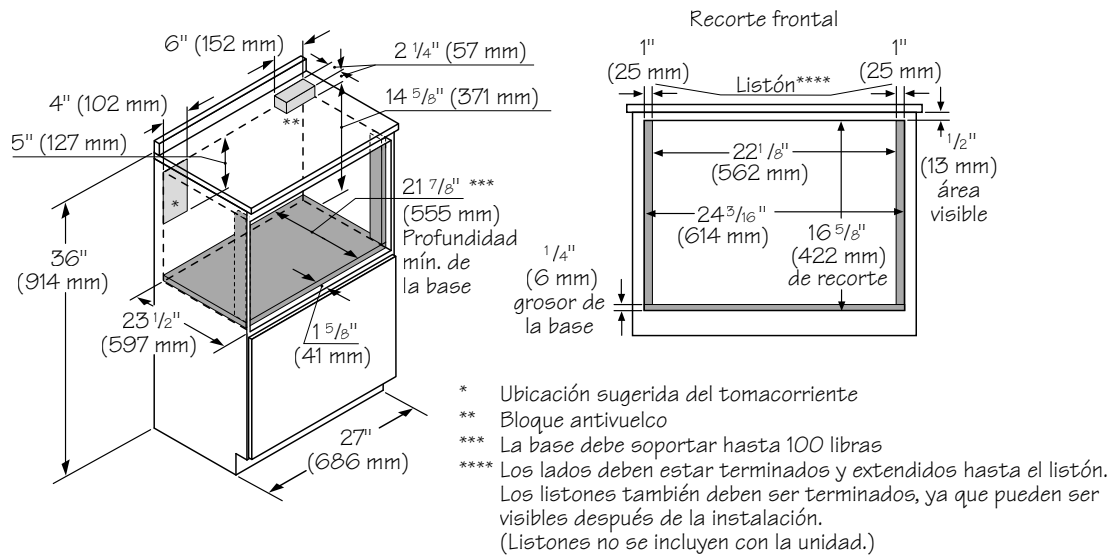
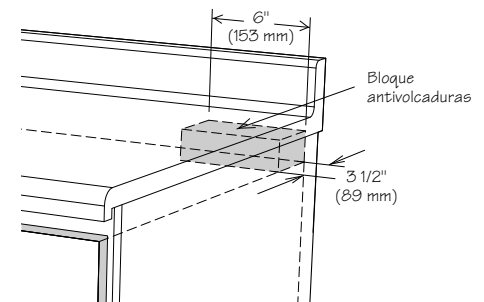
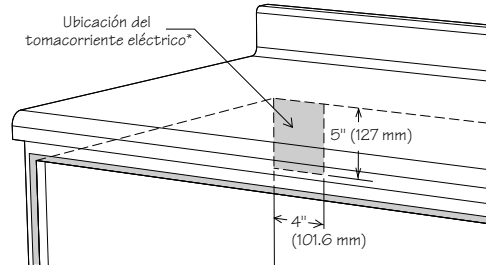

Figura 4
Figura 5
Figura 6
- Por razones de seguridad no instale el Horno MicroDrawer™ en un gabinete que se puedan incendiar y que no esté de acuerdo con las distancias y dimensiones indicadas en las "mediciones del Horno MicroDrawer™" en la siguiente sección. Vea la figura 3 (instalación estándar) o la figura 4 (instalación al ras).
- Las dimensiones mostradas en la Figura 3 (instalación estándar) o Figura 4 (instalación al ras) Las dimensiones suministradas proporcionan un espacio libre mínimo. Ubique el tomacorriente eléctrico en el área cubierta en la esquina superior izquierda del recorte. Vea la Figura 6.
Para reducir el riesgo de volcadura de la gaveta, el bloque antivuelco debe ser instalado correctamente a una distancia de 14 13/16" (instalación estándar) y 14 5/8" (instalación al ras) por encima de la superficie en la cual se apoyará el Horno MicroDrawer™. El bloque antivuelco de 6" debe ser suministrado por el instalador. Vea la Figura 3 (instalación estándar) o Figura 4 (instalación al ras) y Figura 5. El bloque antivuelco previene lesiones graves que podrían ser ocasionadas por derrames de líquidos calientes.